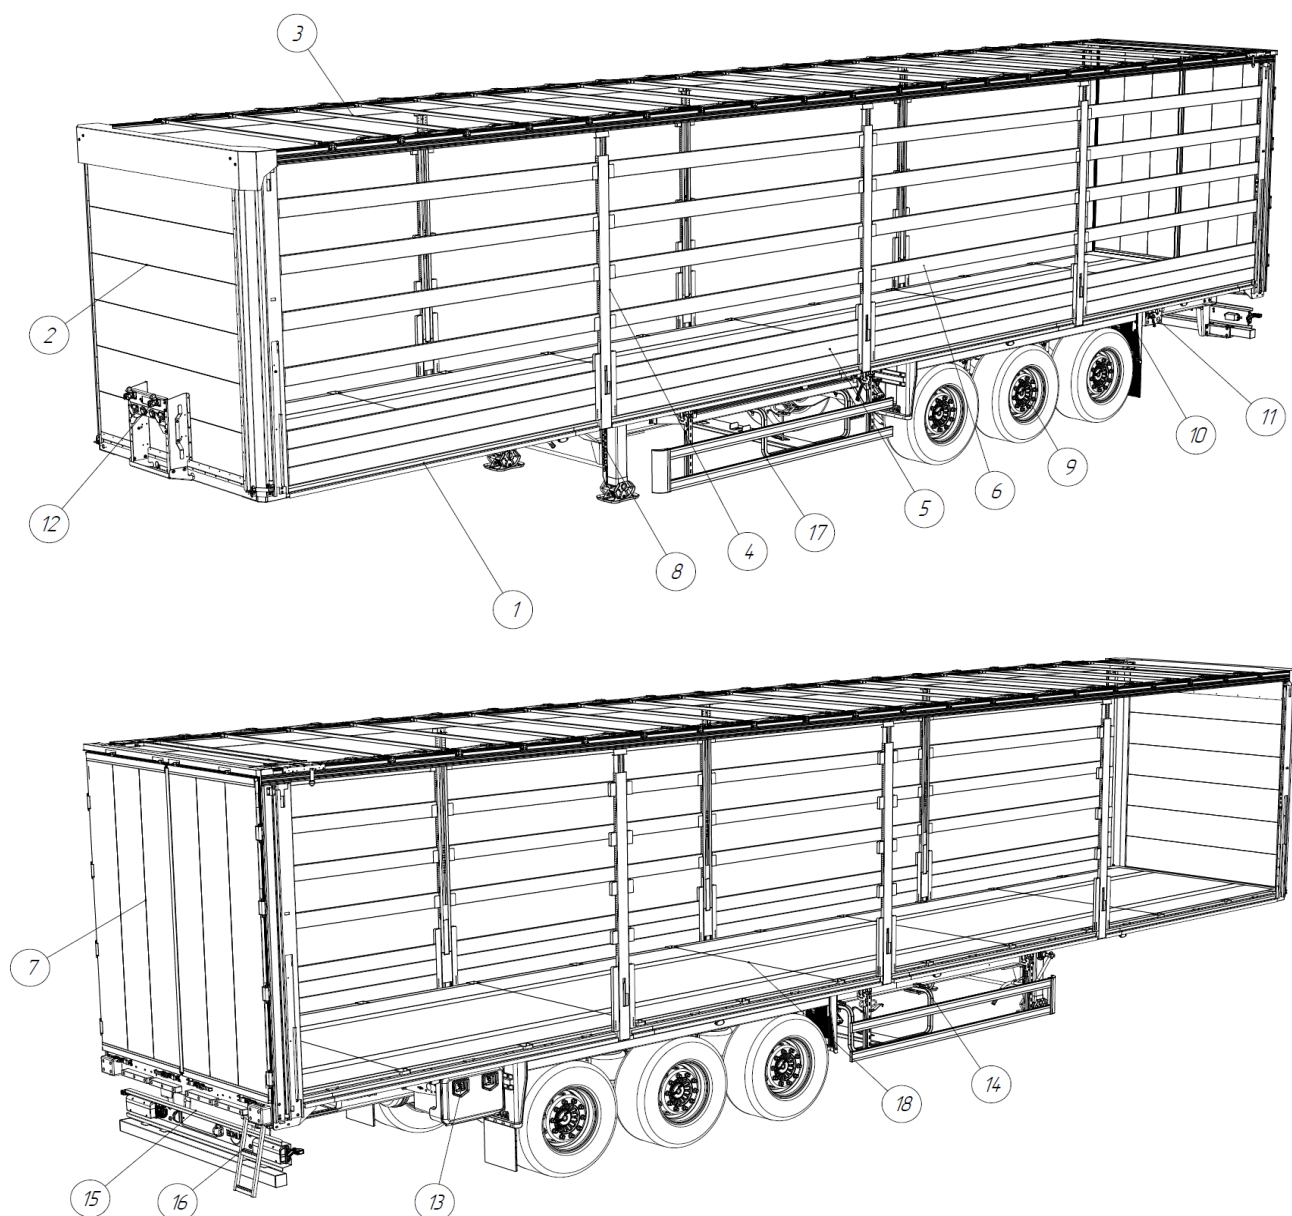

Рис. 1.1 - Общее устройство полуприцепа тип 928010 модификации 928010-11
Общее устройство полуприцепа тип 928010 модификации 928010-11 на рис. 1.1
На рис. 1.1 представлено общее устройство тентованного полуприцепа и его основные элементы: рама (1), передний портал (2), сдвижная крыша (3), боковые стойки (4), нижняя обрешётка или борта (5), верхняя обрешётка (6), задние распашные ворота (7), опорное устройство (8), пневмоподвеска с осями и колёсами (9), система брызгозащиты колёс (10), пульт управления пневмоподвеской (11), панель пневмо- и электророзеток (12), инструментальный ящик (13), корзина запасного колеса (14), заднее защитное устройство (15), выдвижная лестница (16), боковая защита (17), настил пола.